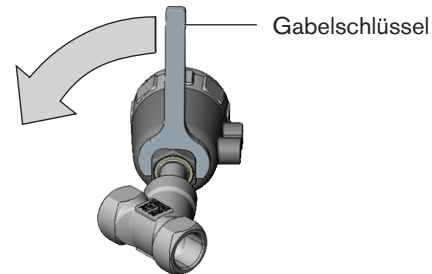

Bild 15: Drehen mit Gabelschlüssel
- Durch Drehen gegen den Uhrzeigersinn (von unten gesehen) das Antriebsmodul in die gewünschte Position bringen (siehe „Bild 15“).